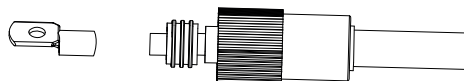

figura 3.4
b) Applicare l'anello di gomma. (come mostrato nella figura 3.4)